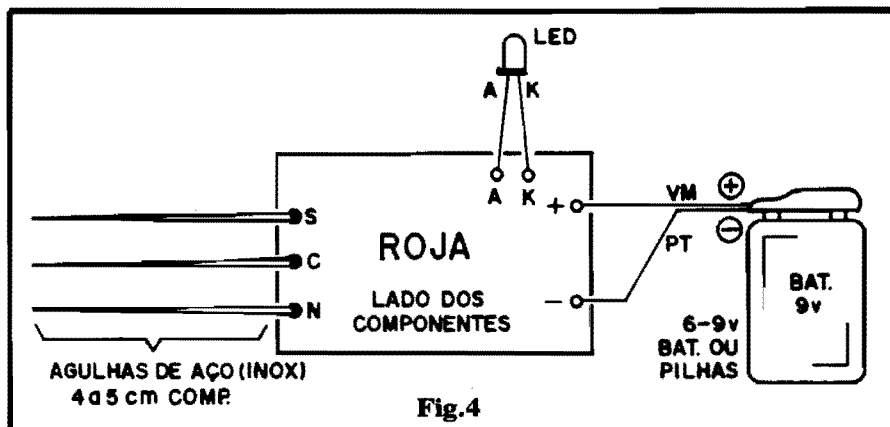

Fig.4
- FIG. 4 - CONEXÕES EXTERNAS À PLACA - A face mostrada da placa é ainda (como na fig. anterior) a não cobreada... Só que agora, para "despoluir o visual", os componentes sobre a placa não são vistos, já que a ênfase está nas conexões externas. Observar os seguintes pontos: